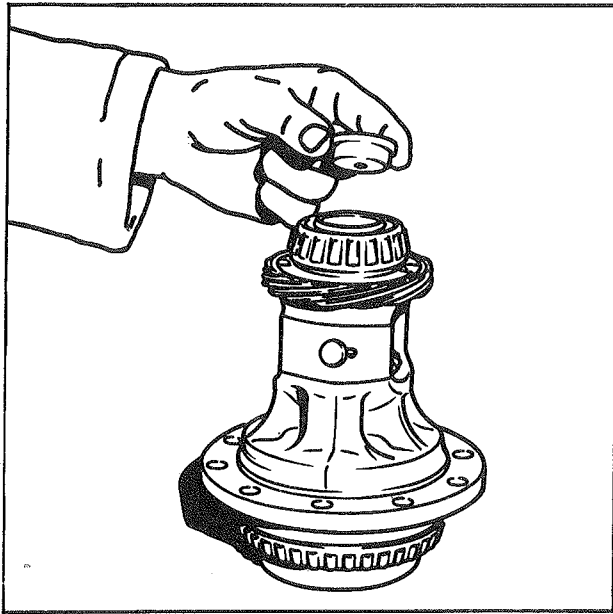

Fig. 6
- Extraire le roulement (fig. 6 et 7). (Extracteur réf. PD 15526 G - Rondelle d'appui réf. PD 20889 W).